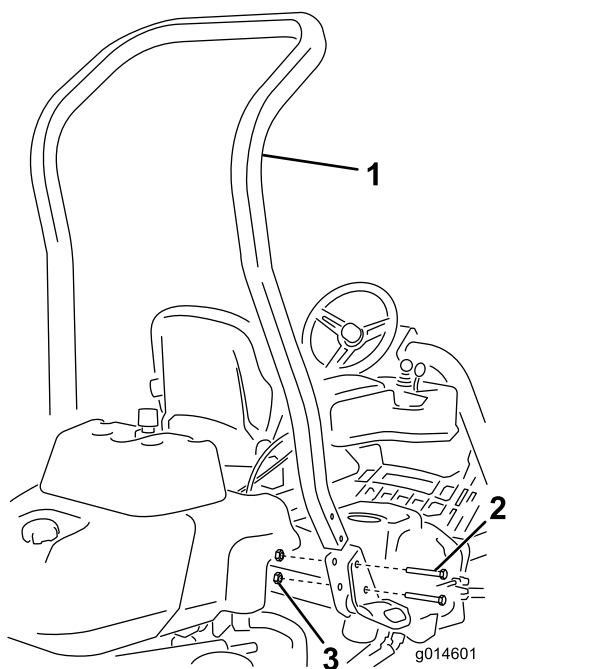

Figura 3
3. Fissate il roll bar negli incastri su ogni lato della macchina con 4 bulloni ( $\frac{1}{2}$ " x  $3\frac{3}{4}$ " e 4 dadi flangiati ( $\frac{1}{2}$ " (Figura 3)..